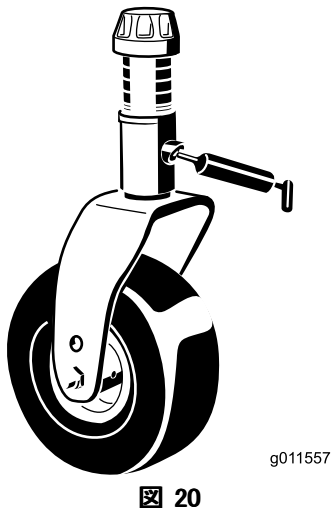

図 20
- ・ キャスタ・フォークのシャフトのブッシュ（2ヶ所）（図 20）